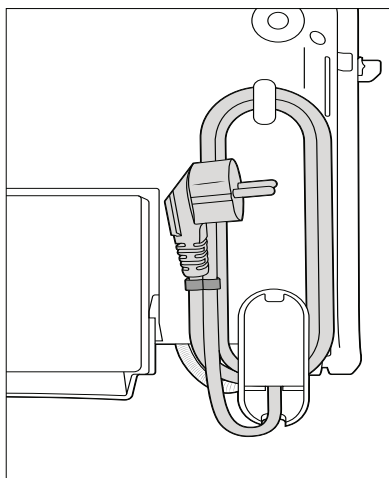

Fig. 2
- ◆ Sul lato inferiore dell'apparecchio si trova un avvolgicavo ❸. Avvolgere il cavo di rete in senso orario intorno al gancio e alla base dell'apparecchio (Fig. 2).